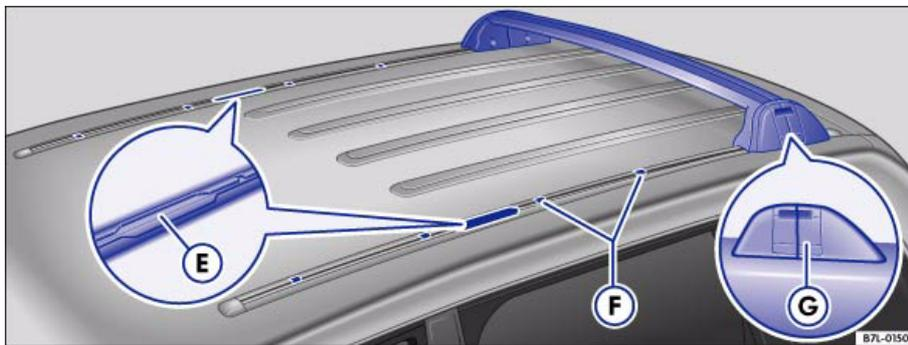

Abb. 85 Auf dem Fahrzeugdach: Führungsschienen mit Aussparungen (E), Einrastpositionen (F) und Grundträgern (G)
7. Verschieben Sie den Grundträger von der rechten Fahrzeugseite aus in die gewünschte Einrastposition \Rightarrow Seite 110, Abb. 85 .
2. Verschieben Sie ihn, bis er sich über der Aussparung \Rightarrow Seite 110, Abb. 85  befindet.
Die Grundträger haben unterschiedlich große Sockel. Der Grundträger mit dem größeren Sockel wird hinten montiert. Die Grundträger werden „Rücken an Rücken“ montiert, so dass die abgeflachten Seiten der Sockel nach außen zeigen \Rightarrow Seite 110, Abb. 85 . Zwischen den beiden Grundträgern verbleibt ein kleiner Spalt